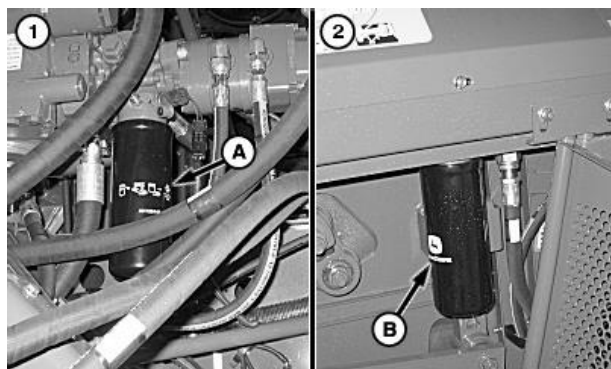

Рис.4.57 – Фільтр живлення гідростатики (1) та основний фільтр гідростатики (2)
21. Змінити фільтр живлення гідростатики (А) (рис.4.57). Змастити оливою ущільнення нового фільтру. Затягнути вручну.
22. Змінити фільтр гідростатики (гідравлічний) (рис.4.57). Змастити оливою ущільнення нового фільтру. Затягнути вручну.